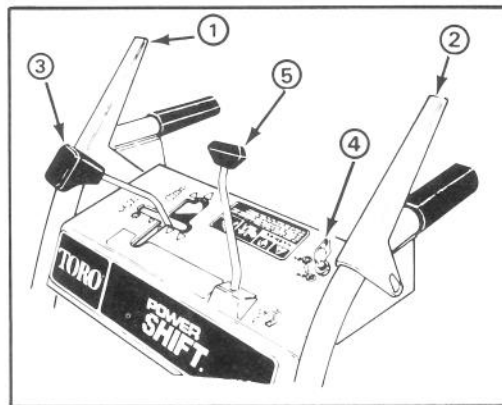

Abbildung 9
Räumwerkkupplungshebel (Abb. 9)—Dieser Hebel hat zwei Stellungen: EIN und AUS. Zum Einschalten des Räumwerks und Gebläses den Hebel zum linken Griffholm drücken. Um den Antrieb zu stoppen, den Hebel loslassen.
Antriebshebel (Abb. 9)—Dieser Schalter hat vier Gänge nach vorwärts und zwei nach rückwärts; er steuert auch den Power Shift-Betrieb der Räder.
Räumwerk-Sperre: (Abb. 9)—Wenn sowohl der Räumwerkupplungshebel als auch der Antriebshebel gedrückt werden, sperrt der Antriebshebel den Räumwerkupplungshebel nach unten. Durch Freigabe des Antriebshebel wird der Räumwerkupplungshebel freigegeben..
Auswurfkontrolle (Abb. 9)—Auswurfkontrolle im Uhrzeigersinn rotieren, um den Auswurf nach rechts zu bewegen, und gegen den Uhrzeigersinn, um den Auswurf nach links zu bewegen.
Auswurfkontrolle (Abb. 9) — Auswurfkontrolle im Uhrzeigersinn rotieren, um den Auswurf nach rechts zu bewegen, und gegen den Uhrzeigersinn, um den Auswurf nach links zu bewegen.
Zündschloß (Abb. 9)—Das Zündschloß hat zwei Stellungen: EIN und AUS. Den Zündschlüssel EIN drehen, ehe der Motor mit dem Rücklaufstarter angeworfen wird. Zum Abstellen des Motors den Schlüssel auf AUS drehen.
1. Den Geschwindigkeitshebel auf N—neutral—stellen sowie die Drossel auf SCHNELL (Abb. 9).
4. Den Zündschlüssel auf EIN drehen (Abb. 9).
1. Räumwerkkupplungshebel und Antriebshebel lösen (Abb. 9).